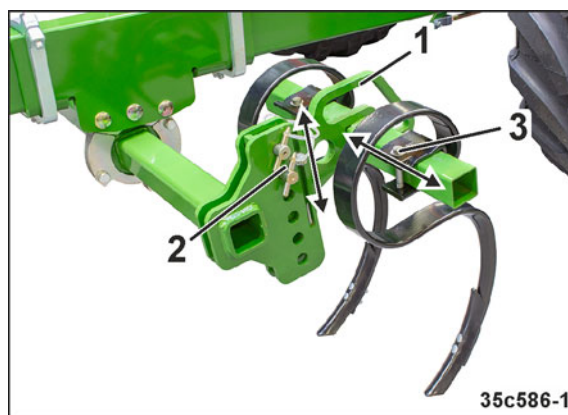

Рис. 208
1. Отверните крепежные гайки (Рис. 208/3).
3. После регулировки следорыхлителя затяните крепежные гайки (Рис. 208/3).
1. Возьмитесь за ручку (Рис. 208/1) следорыхлителя.
2. Выньте пальцы (Рис. 208/2).